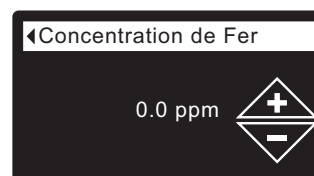

FIG. 50
5. Appuyez sur le sélecteur (O) pour ouvrir l'écran de la concentration de fer (cf. Figure 50).